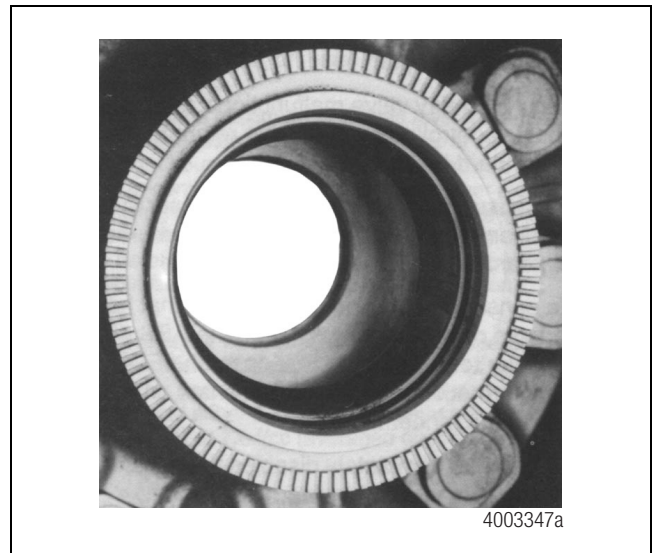

Figura 13.2
- Rueda dentada — Una rueda de 100 dientes instalada a la maza o a la rueda de artillería. Conjuntamente con el sensor, proporciona el voltaje de corriente alterna que representa la velocidad de la rueda. Figura 13.2.